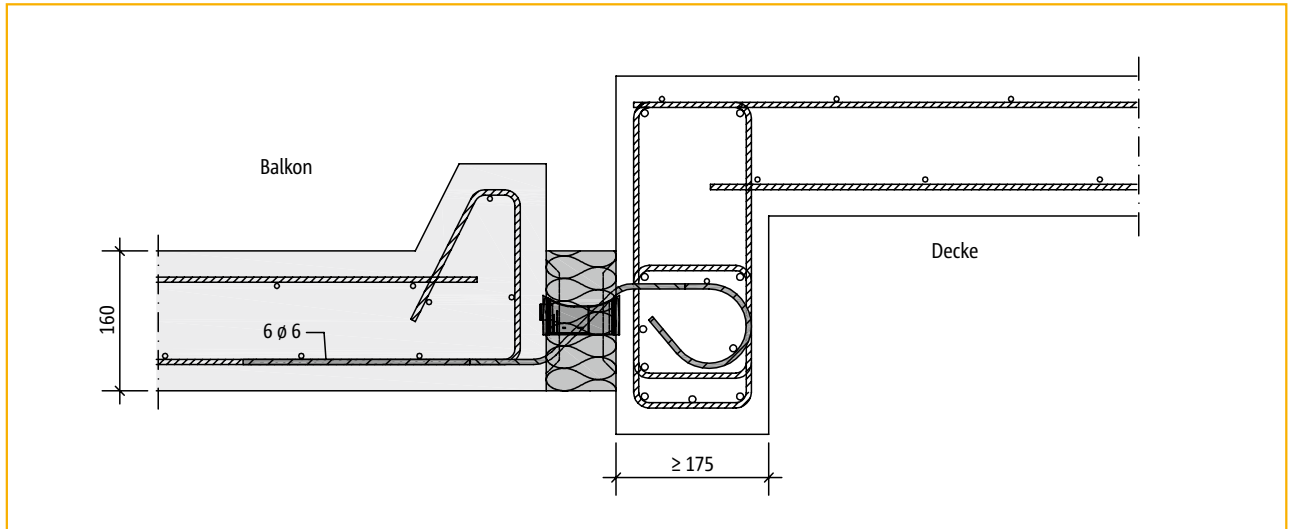

Abbildung 3: Einbausituation „Balkonplatte als Fertigteil“ mit Schöck Isokorb® Typ Q30-H160
2) Die Typen QPZ für zwängungsfreien Anschluss (siehe Seite 84, Abbildung 3) erfordern ein bewehrtes Zugband in der unteren Lage. Erf  $A_{s,Zug}$  entsprechend Seite 94, Abbildung 5 wählen.